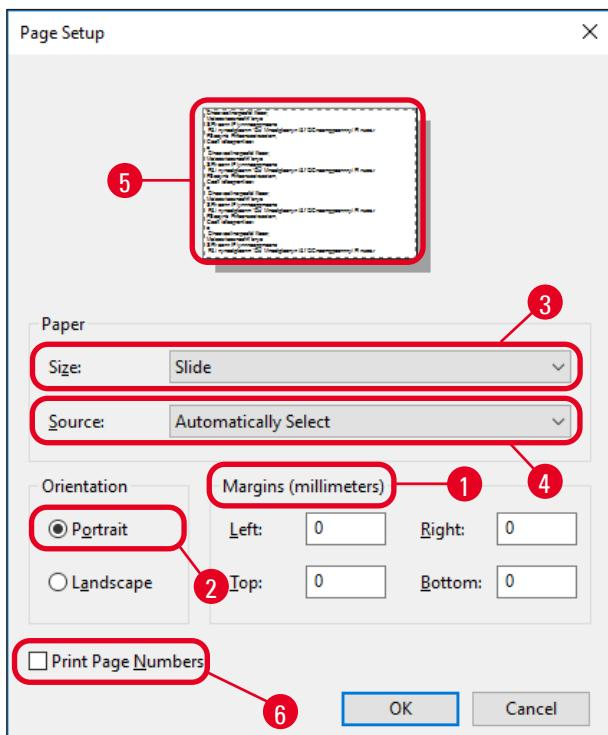

図 42
3. まず、ページ設定を選択します。File > Page Setup をクリックすると、Page Setup ダイアログボックスが開きます(→「図 42」)。